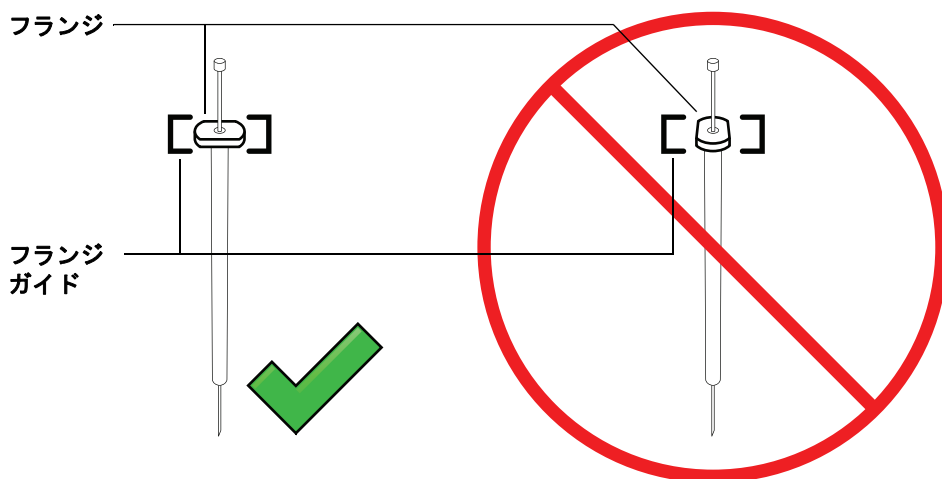

図 46 シリンジフランジの向き
- 7 シリンジフランジをフランジガイドに合わせ、シリンジを押してはめ込みます。ニードルの先端がニードルサポートフットのガイドホールに通ったままにしておきます。必ず、シリンジフランジの平らな端が外側に向くようにします (図 46)。